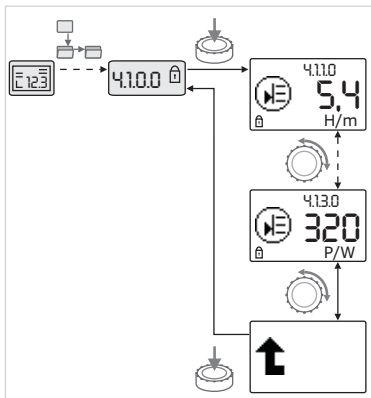

Fig. 37: Hente frem informasjon
- Ved å dreie på den røde knappen aktiveres menyelementer av typen «Informasjon» i den aktuelle undermenyen (se fig. 37). For forklaringer til innstillingene som vises med symbolene, se tabellen i kapittel 8.7 «Referanse menyelementer» på side 29.